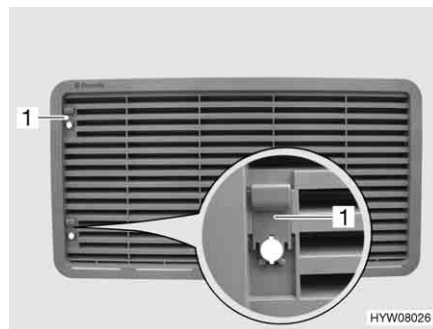

Fig. 162 Grille d'aération du réfrigérateur (avec curseur)
- Pousser le curseur (Fig. 162,1) vers le haut.